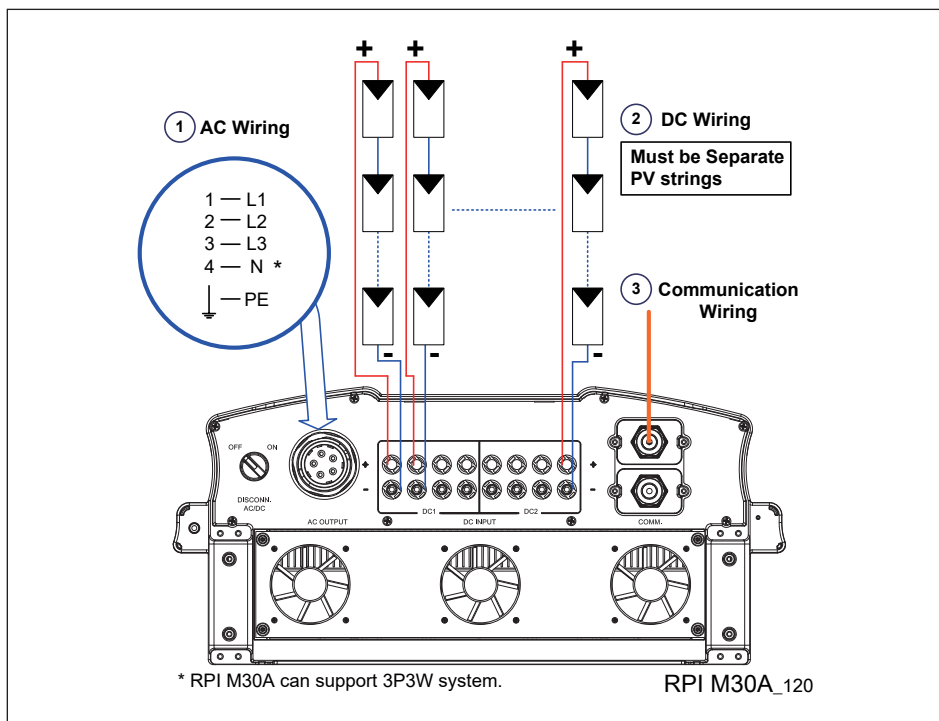
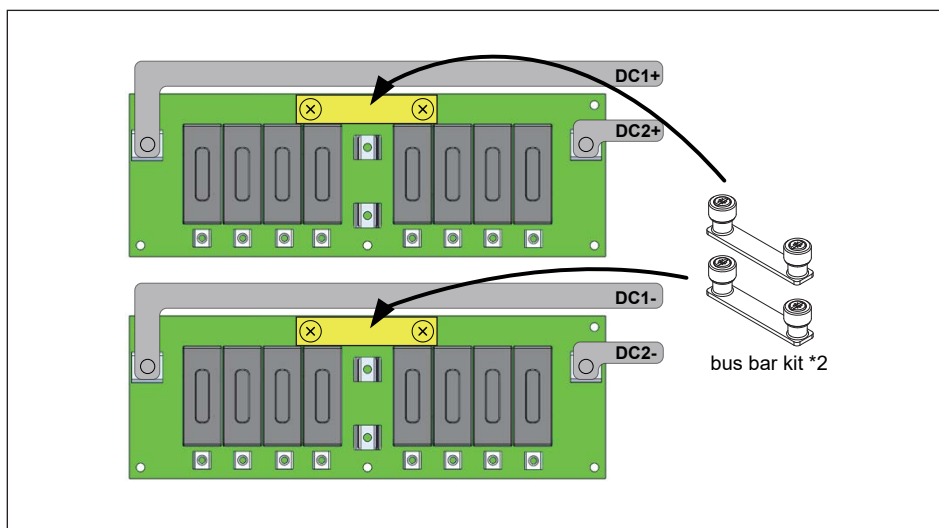

图4-1：DC端不接地配线图
图4-2：强制逆变器操作于并联模式
- 太阳能板可以直接与各个DC输入端独立连接。但并不建议用户使用配电箱将太阳能板并联后再分接入机子，此接线方式若阻抗不均容易造成电流超出保险丝负荷。接线方式请参考图 4-1。
- 若您想强制逆变器操作于并联输入模式(仅启动一组MPPT)，请于逆变器内加装2组短路导电片，如图4-2。外部DC端则维持如图4-1之接线方式。